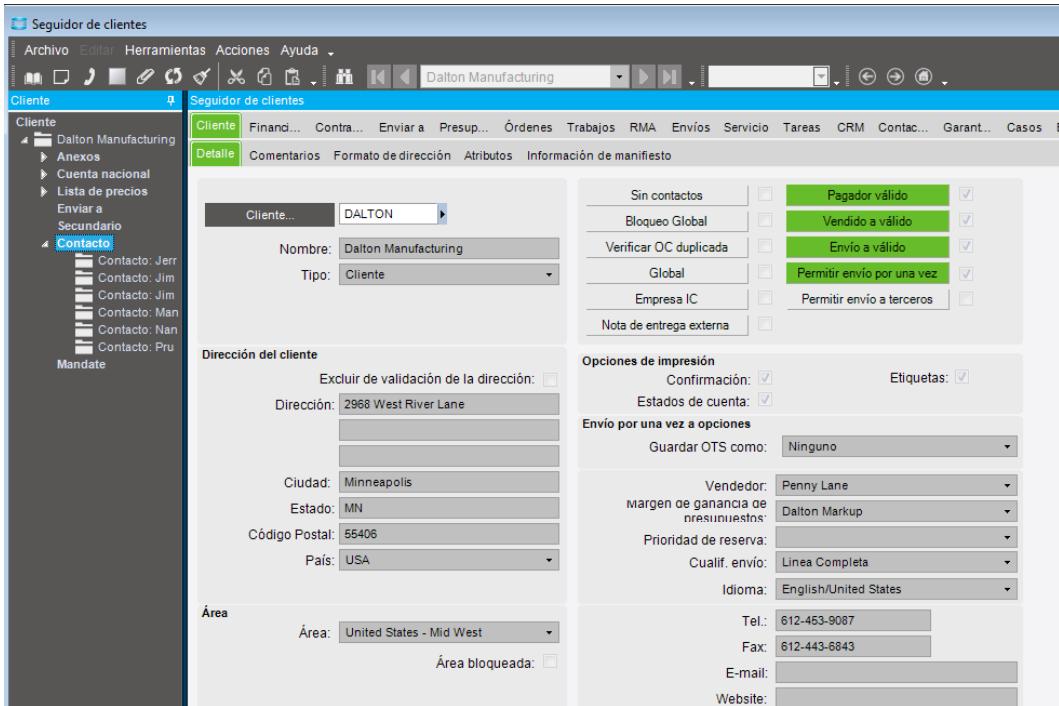

Imagen 40. Seguidor de clientes, Dalton
2. A continuación se cargan todos los datos de nuestro cliente (imagen 40)